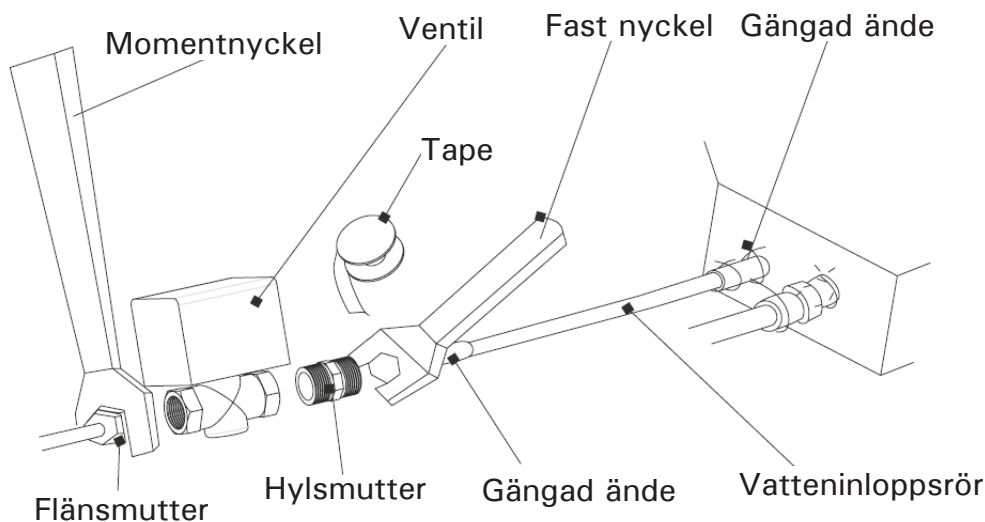

Fig.18
(1) Installationen av motorventilen bör ske enligt Fig.18.